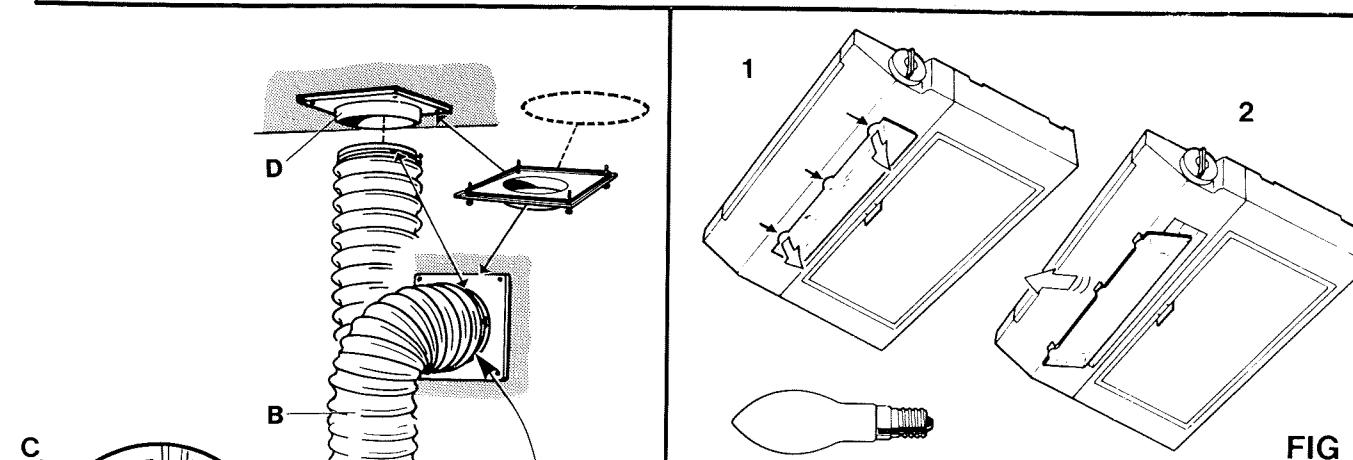

FIG 4
Anslutning till imkanal (se fig 4)
När fläkten är uppsatt skall **ventilationsslangen** anslutas till imkanalen. (Se fig 4.)
- Tag ut klaffarna (B) ur spjällsätet (A) genom att böja dem som bilden visar.
- Klipp av klaffarna enligt anvisning (C).
- Montera spjällsätet (A) i fläkterns utloppskanal (se fig 4).
- Tryck med en penna eller liknande i skarven mellan klaffarna (se fig 4), dessa skall nu lätt kunna fallas rakt upp. Om inte, kontrollera att inte någon av klaffarna blivit upp- och nervänt eller hamnat utanför sitt infästninghål.